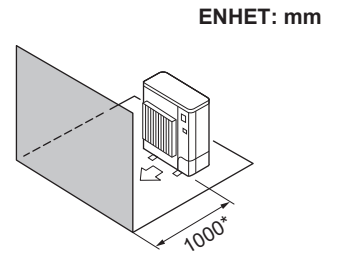

Fig. 2-10
(4) Hindringer kun foran (Fig. 2-10)